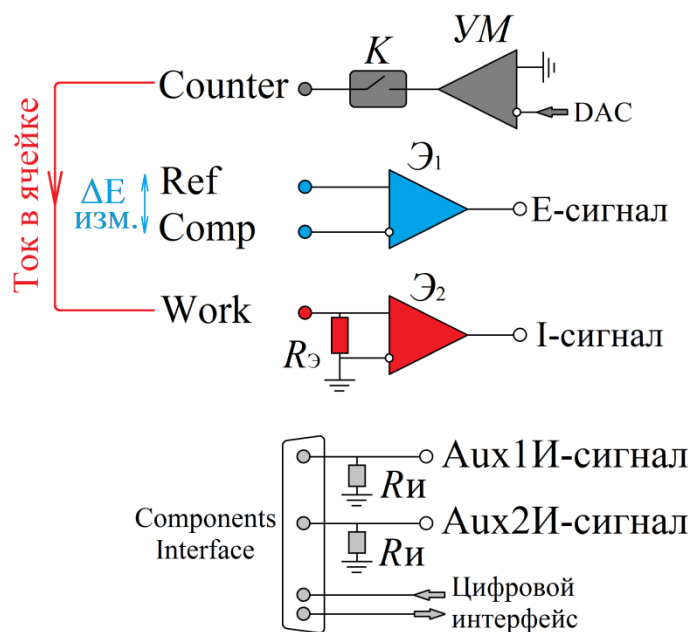

Рис. 1. Упрощенная блок-схема потенциостатов SmartStat PS-10, PS-20, PS-10-4, PS-250 с четырехпроводным электрохимическим интерфейсом.
Базовым, для всех моделей SmartStat является четырехпроводное подключение к электрохимической ячейке (рис. 1). Есть два токовых входа Work и Counter, а также два потенциальных Comp и Ref. Цепь измерения тока  $R_{\Sigma}$ , состоящая из набора управляемых эталонных резисторов, находится в нижней цепи входа Work и соединяет его с сигнальной землей. Падение потенциала на этом эталонном магазине пропорционально току, текущему через ячейку. Оно измеряется с помощью дифференциального усилителя Э2 и подается на первый вход четырехканального АЦП системы сбора данных SmartStat. Схожий дифференциальный усилитель Э1 используется для измерения разности потенциалов между потенциальными входами Ref – Comp, но без эталонного магазина. Его сигнал подается на второй вход АЦП. Входы дифференциальных усилителей в обеих цепях являются электрометрическими с малым током. Задатчиком потенциостата является цифро-аналоговый преобразователь DAC. Его сигнал обрабатывается прецизионным потенциостатирующим ядром прибора, который управляет усилителем мощности УМ. С последнего полярирующий ток или напряжение подается на токовый вывод Counter. В его цепи установлен коммутатор ячейки на основе электромагнитного реле. Дополнительная быстродействующая цепь коммутации на основе транзисторов MOSFET установлена в моделях PS-50 и PS-250. Для
**Четырехканальный потенциостат PS-10-4** состоит из четырех каналов прибора PS-10 и блока коммутации для них. Благодаря этому, одноканальный прибор PS-10, при необходимости может быть доукомплектован до четырехканального прибора, если в нем не установлен высокочастотный модуль FRA. Все четыре канала имеют общий силовой блок питания и по этой причине не имеют поканальной гальванической развязки (рабочие электроды всех каналов связаны с общей землей через токоизмерительные резисторы  $R_z$  на рис. 1). Ввиду достаточно плотной внутренней конструкции многоканального потенциостата PS-10-4, установить в него модули высокочастотного измерения импеданса FRA невозможно. Также их установка не предусмотрена и конструкцией прибора PS-250.